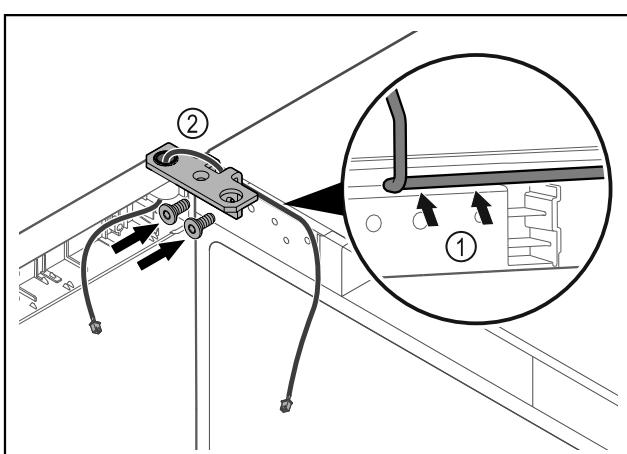

Fig. 37
- ▶ Περάστε το καλώδιο μέσα από το άνοιγμα της γωνίας μεντεσέ και τοποθετήστε το προσεκτικά Fig. 37 (1).
- ▶ Βιδώστε τη γωνία μεντεσέ Fig. 37 (2).